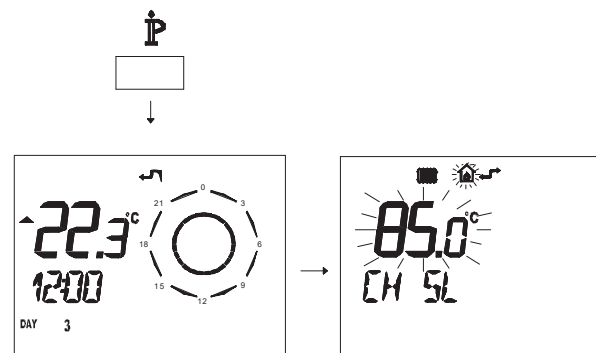

Рисунок 5.33
Графики зависимости температуры от изменений, внесенных посредством кнопок 16 и 17, при коэффициенте $K\ 1,5$, представляет Рисунок 5.33.
- Нажмите и удерживайте 3 секунды кнопку **P**, чтобы войти в режим **INFO** (Рисунок 5.33).